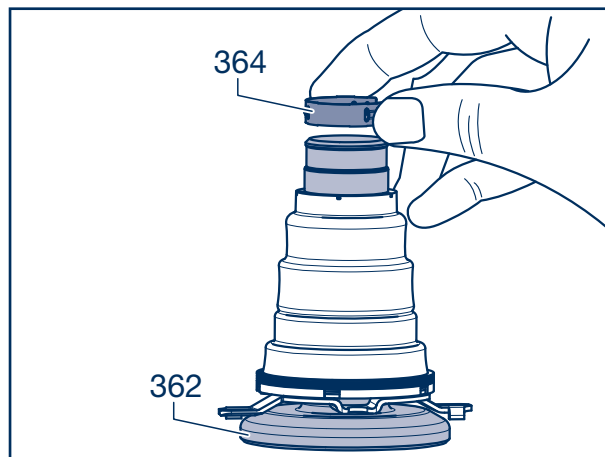

Fig. 5
- [7] Neuen Faltenbalg (363) am Dichtsitz (Pfeil) leicht mit BPW ECO Disc Grease einfetten und mit dem Montagewerkzeug (BPW Nr.: 02.0130.45.10) auf das Druckstück (362) drücken. Hierbei auf richtige Einbaulage des Faltenbalgs achten, siehe auch Fig. 5.
[7] Lightly grease the new bellows (363) with BPW ECO Disc Grease at the seal seat (arrow) and press onto the tappet (362) using the assembly tool (BPW no.: 02.0130.45.10). In so doing, observe the correct installation position of the bellows, see also Fig. 5.
[7] Graisser légèrement le soufflet neuf (363) au plan de joint (flèche) avec la graisse ECO Disc Grease de BPW et au moyen de l'outil de montage (réf. BPW : 02.0130.45.10) le presser sur la pièce de pression (362). Ce faisant, assurer la position de montage correcte du soufflet, voir également fig. 5.